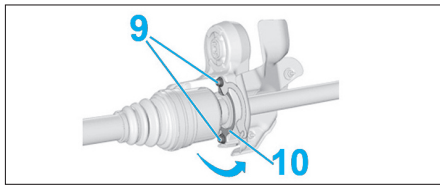

Fig. 9
- Dévisser sans les déposer, les 2 vis (9) (Fig.9).
- Pivoter la plaque de maintien (10) selon la flèche.